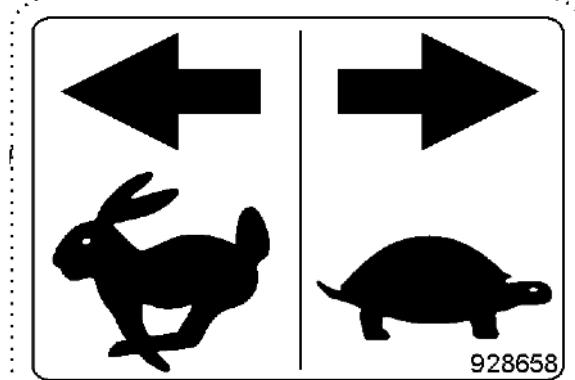

Рис. 57
- устройство переключения техколей закрывает в распределительной головке посредством заслонки (Рис. 57/1) подвод посевного материала к семяпроводам (Рис. 57/2) сошников техколеи;
Подача посевного материала к сошникам техколеи прерывается, как только электромотор (Рис. 57/3) закрывает соответствующие семяпроводы (Рис. 57/2) в распределительной головке.
Датчик (Рис. 57/4) проверяет, надлежащим ли образом работают заслонки (Рис. 57/1), открывающие и закрывающие семяпроводы (Рис. 57/2).